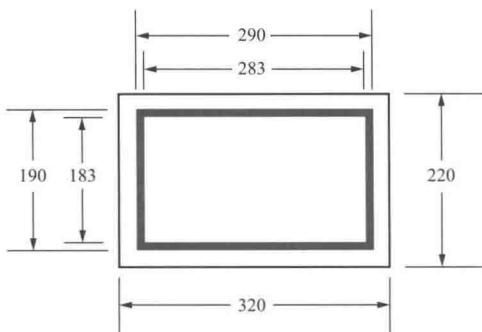

图 1-23 接地刀闸标志牌尺寸参考类型（一）
- (2) 接地刀闸标志牌尺寸参考类型（一）如图 1-23 所示。